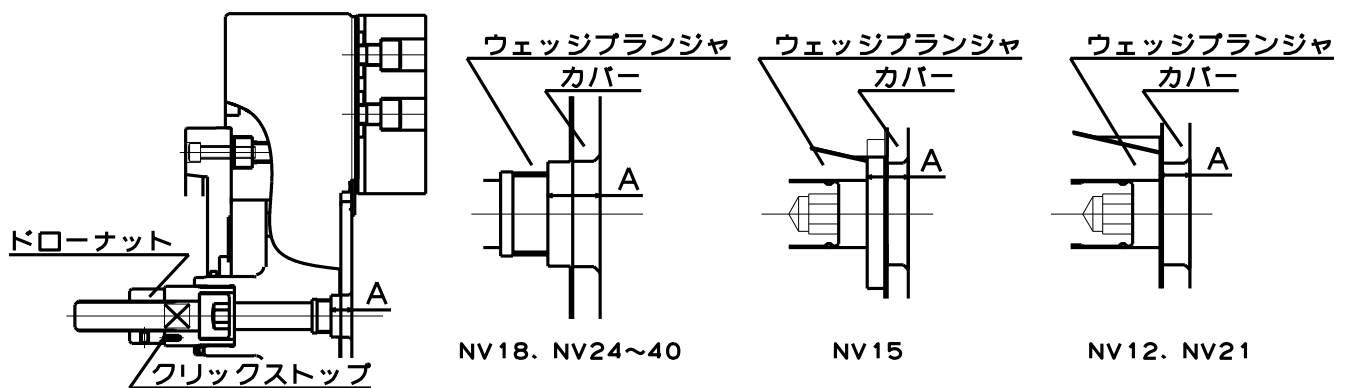

図 22
- ・ シリンダ前進端でのウェッジプランジャの適正位置は、図 22 の寸法 A が表 11 となる位置です。(NV18、NV24~40 はカバー表面からウェッジプランジャの六角穴付スクリーブプラグ取付面までの距離、NV15 はカバー表面からウェッジプランジャのヌスミの端面まで距離、NV12、NV21 はカバー表面からウェッジプランジャの端面まで距離)